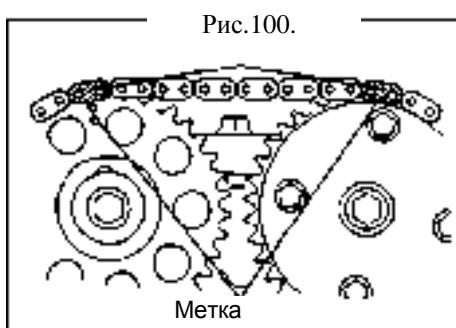

Рис.100.
- (d) Установите цепь на звездочку распределителя и совместите звено цепи с желтой отметкой с меткой на звездочке распределителя (рис.100).